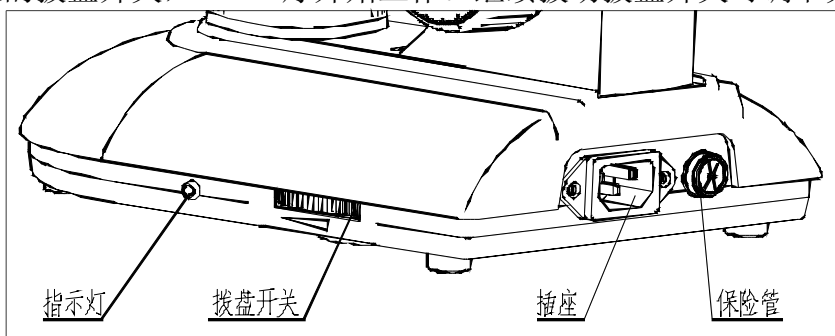

图 5
将电源线一头插在底座的插座上（参看图 5），一头插在电源插座上。
4. 保险丝管的更换（参见图 5）